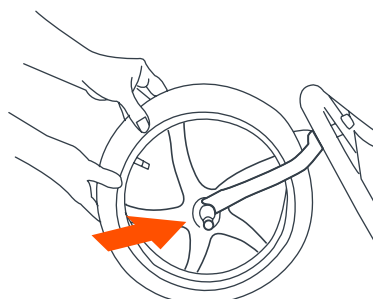

Fig. 2
**2)** Faites glisser la roue avant sur les fourches avant (Fig. 2).